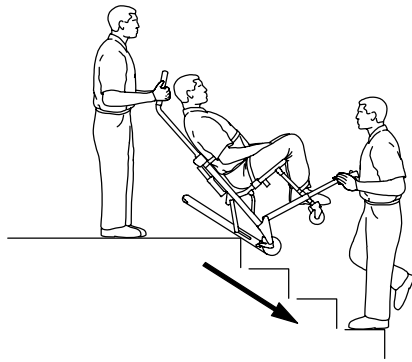

Afbeelding 8 – Rode trackloszetstang
4. Bediener hoofdeinde: Knijp de rode trackvrijzetstang tegen de zwarte dwarsbuis aan (Afbeelding 8). Ontspan uw greep op de loszetstang en trek het **Stair-TREAD**-systeem krachtig naar de volledig uitgeschoven stand totdat beide zijden stevig vergrendeld zijn. Verzeker u er altijd van dat beide zijden van het **Stair-TREAD**-systeem vergrendeld zijn door te proberen het weer op te klappen.